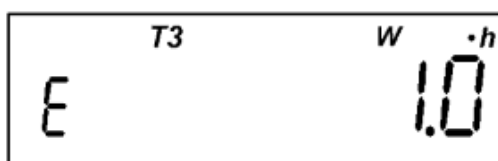

Рисунок 4.12
- количество потребленной активной энергии (отображаются мнемоникой "*W·h*") (Рисунок 4.12):